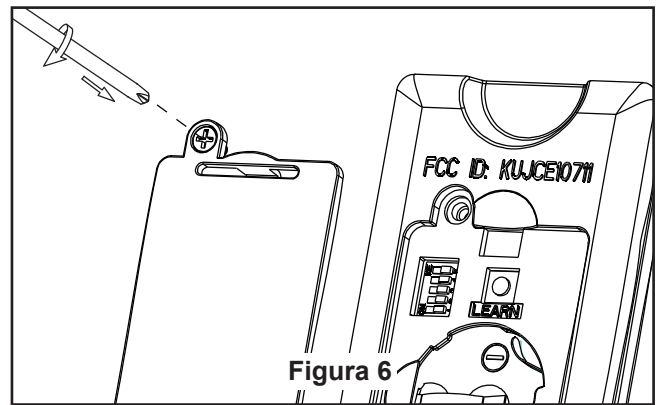

Figura 6
- 6.** Instale la unidad de luz LED en la unidad del carcasa de interruptor usando los tornillos extraídos en paso 3 y fije bien los tres tornillos. (Figura 6)
6. Vuelva a colocar la cubierta de la batería en el mando a distancia con un tornillo retirados previamente. (Figura 6)
6. En la configuración WiFi de su dispositivo inteligente, seleccione el dispositivo Fanimation\_XXXXXX y vuelva a la aplicación fanSync WiFi y pulse “CONTINUAR”. (Figura 6)